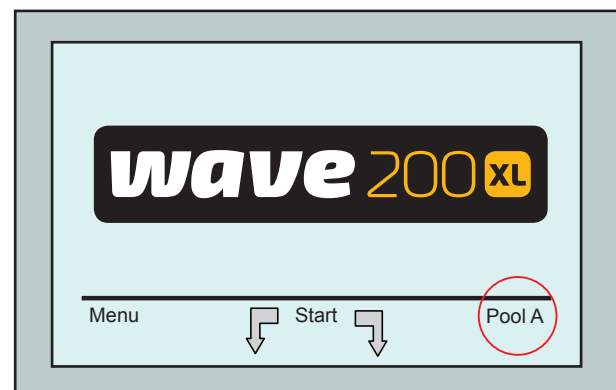

Abbildung 4: Wave-Bildschirm, der Schwimmbad A als Standardeinstellung zeigt
1. Gehen Sie zum Wave-Bildschirm. Schwimmbad A wird, wie in Abbildung 4 zu sehen ist, als zurzeit definierte Einstellung gezeigt.